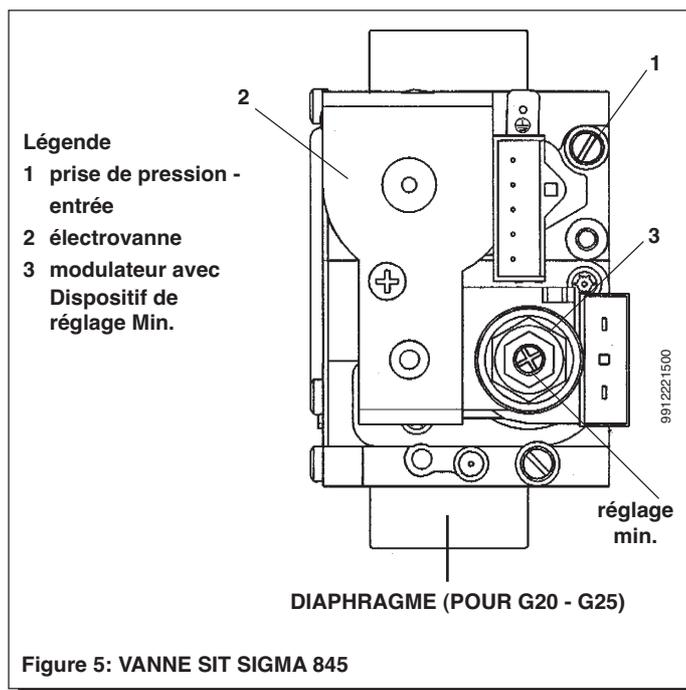

Figure 5: VANNE SIT SIGMA 845
- Brancher deux manomètres si possible à eau aux prises de pression (Réf. 1 Figure 5) de la vanne du gaz et de la rampe brûleurs, après avoir dévissé les vis correspondantes.
- Vérifier que la pression dynamique d’alimentation de la chaudière, mesurée à la prise de pression (Réf. 1 Figure 5) de la vanne de gaz soit correcte (37 mbar pour le gaz propane, 20 mbar pour le gaz naturel G20 ou 25 mbar pour le gaz naturel G25).